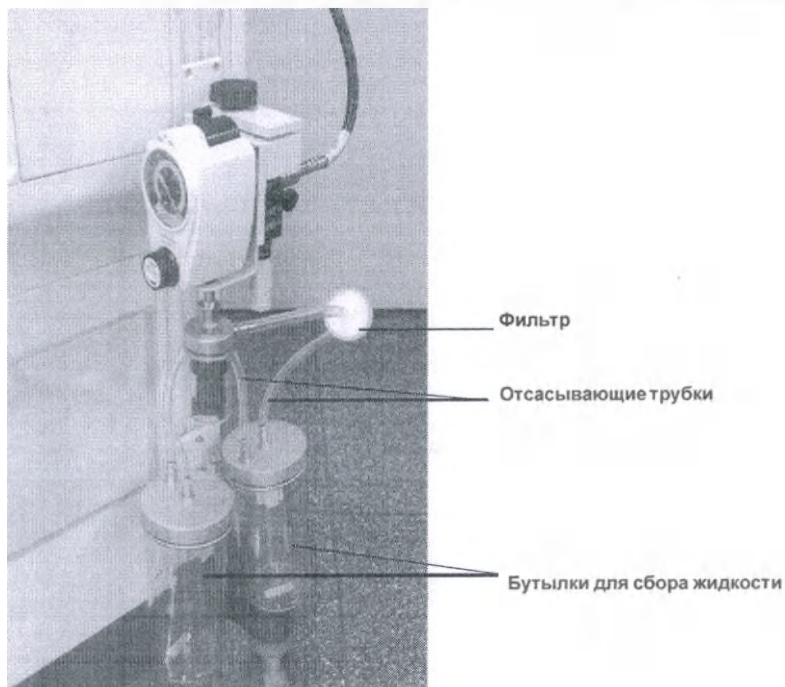

РИС. 7-25 Снимите отсасывающие трубки, бутылки для сбора жидкости и фильтр
1. Выньте отсасывающие трубки, уберите бутылки для сбора жидкости и извлеките фильтр. Чтобы заменить фильтр, утилизируйте старый фильтр в соответствии с местными нормативами. (См. РИС. 7-25.)